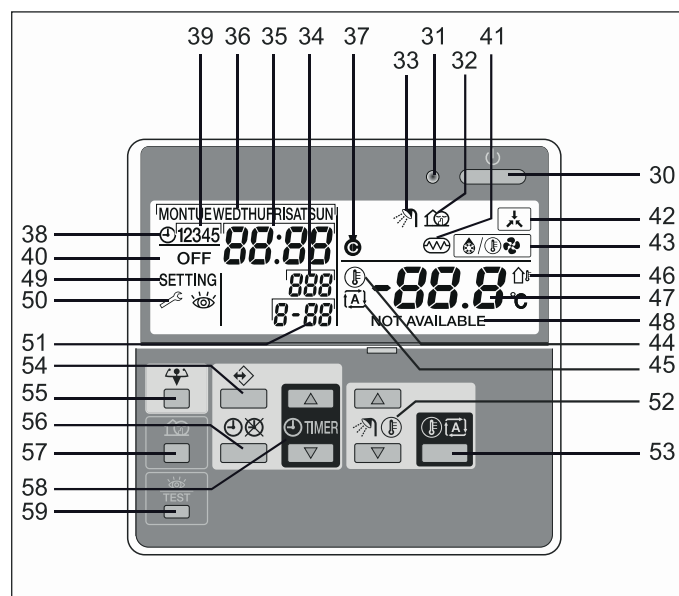

Fig. 6-1 Éléments d'affichage et de commande de la régulation - Légende, voir tab. 2-1 et description suivante
- Dans le champ d'affichage (fig. 6-1, pos. 34) s'affiche le numéro de capteur 001.